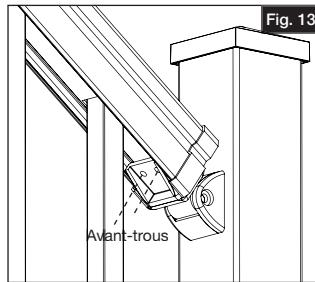

Fig. 13
- En se servant des trous dans le support comme guide, percer des avant-trous dans la main courante à l'emplacement du poteau au bas de l'escalier (Fig. 13).